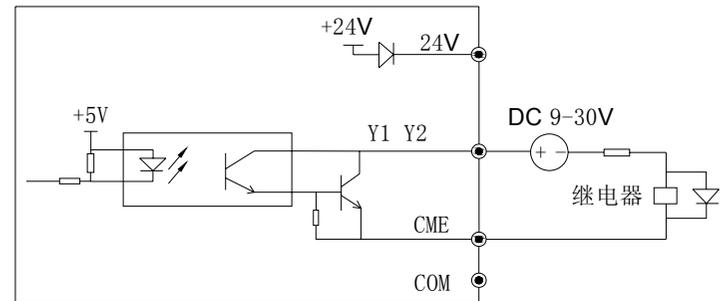

图 2-31 多功能输出端子接线方式2
6) 多功能输出端子Y1、Y2 (仅35R5GB/37R5PB及以上) 也可使用外部电源, 9~30V, 接线方式请参见图2-31。